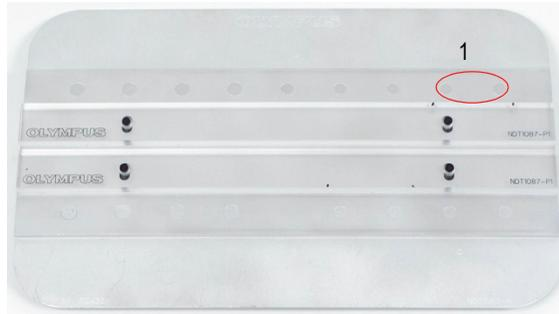

Figura 5-117 Posizione 1 nel campione
3. Posizionare la sonda nella posizione 1 del campione (vedere Figura 5-117 a pagina 223) ed in seguito premere il tasto A-LIFT NULL (). Assicurarsi che la sonda rimanga posizionata correttamente tra due fissaggi.
11. Posizionare la sonda nella posizione 1 del campione (vedere Figura 5-117 a pagina 223) ed in seguito premere il tasto A-LIFT NULL (A-LIFT \oplus). Assicurarsi che la sonda sia posizionata correttamente tra due fissaggi.